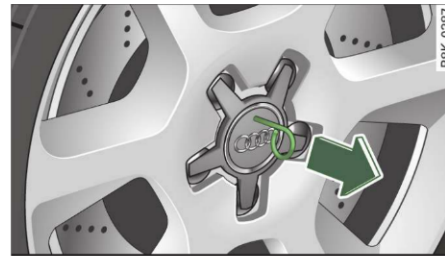

Fig. 241 Înlocuirea roții: Scoaterea capacului
- Trageți **ornamentul** afară ⇒ *pagina 255*, fig. 241. ■